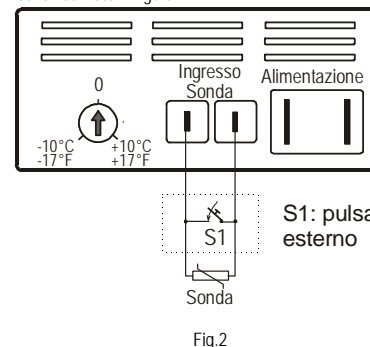

Fig.2
6. COLLEGAMENTO PULSANTE ESTERNO (FIG.2)